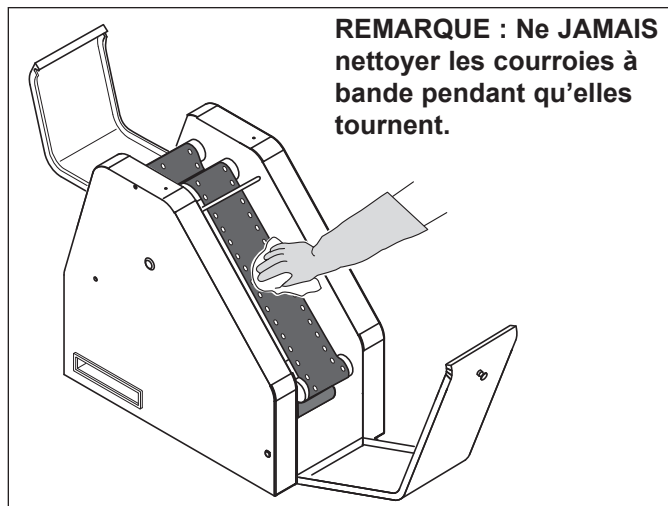

Figure 9. Nettoyage des courroies à bande
2. Essuyer l'extérieur de la courroie supérieure à l'aide d'une serviette propre mouillée de **McD® ultra concentré tout-usage (APSC) (HCS)**, tout en prenant soin de porter des gants antichaleur (figure 9).